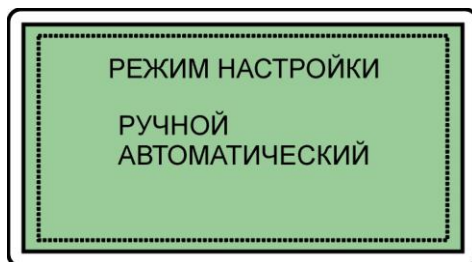

Рис. 6.3 Выбор режима настройки дефектоскопа
6.1.3.1 Для выбора ручного или автоматического режима настройки (рис. 6.3) кнопками "↑", "↓" установить курсор на соответствующую строку и нажать кнопку "↵" ВВОД.